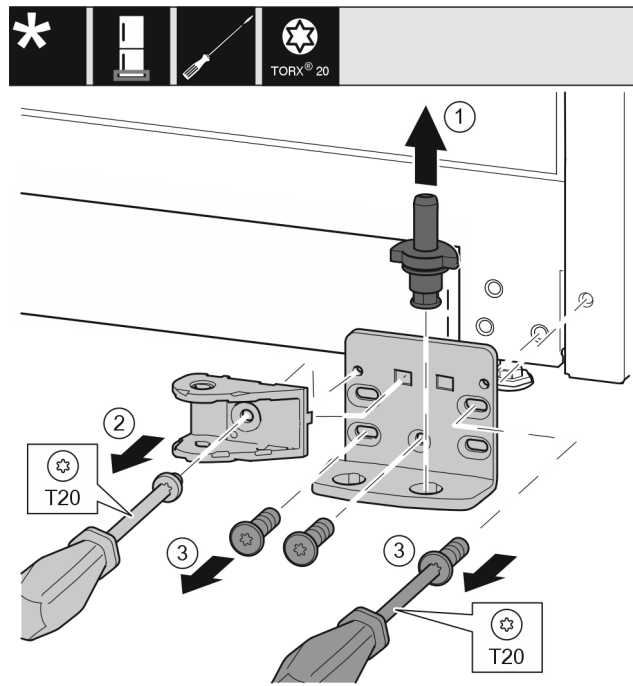

Fig. 30
- ▶ Wyjąć kompletny trzpień zawiasu Fig. 30 (1) w górę.
- ▶ Wykręcić śrubę Fig. 30 (2) śrubokrętem i zdjąć połączenie amortyzatora zamykania.
- ▶ Wykręcić śruby Fig. 30 (3) śrubokrętem i zdjąć płytkę zawiasu.